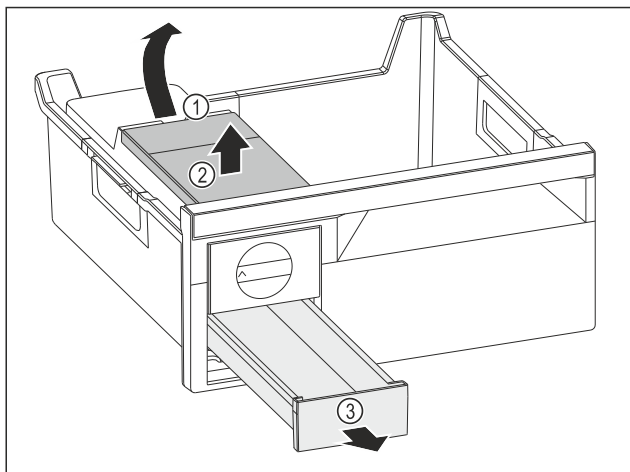

Fig. 110
- ▶ Estrarre il serbatoio dell'acqua: Sollevare il serbatoio dell'acqua nel vano Fig. 110 (1).
- ▶ Estrarre il serbatoio dell'acqua Fig. 110 (2) verso l'alto.
- ▶ Estrarre il cassetto del ghiaccio Fig. 110 (3) in avanti.